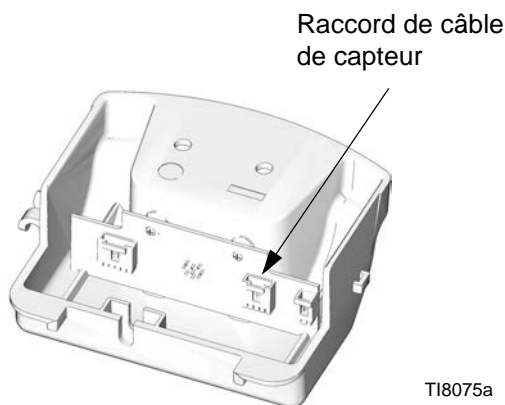

FIG. 15. Raccord de câble de capteur
- a. **DataTrak Modèles** : retirez les deux vis (135). Retirez prudemment le module DataTrak (131), consultez la page 14. Débranchez les câbles de l'électrovanne d'emballément et du capteur de la carte du module. Retirez les deux vis (134) puis faites prudemment glisser le boîtier (132) de la vanne d'air.
- b. **Modèles avec capteur linéaire** : retirez les vis (134) puis retirez prudemment le boîtier (132) de la vanne d'air. Débranchez le câble du capteur du circuit imprimé. Consultez la FIG. 15, page 28.
10. Réinstallez le silencieux (15). Serrez complètement les vis (43) sur le silencieux.
11. Réinstallez le capot de la vanne externe (47).
- a. **DataTrak Modèles** : faites délicatement glisser le boîtier (132) sur la vanne d'air. Vissez les vis (134) à la main puis serrez-les à un couple de 11,3 N•m (100 po.-lb). Rattachez les câbles de l'électrovanne et du capteur au module DataTrak (131), consultez la page 14. Glissez doucement le module dans le boîtier (132). Réinstallez les deux vis (135).
- b. **Modèles avec capteur linéaire** : rebranchez le câble du capteur sur le circuit imprimé. Consultez la FIG. 15, page 28. Faites délicatement glisser le boîtier (132) sur la vanne d'air. Vissez les vis (134) à la main puis serrez-les à un couple de 11,3 N•m (100 po.-lb).
13. Réinstallez le capot supérieur (30).
5. Retirez les vis (134) et faites doucement glisser le boîtier (132) de la vanne d'air. Débranchez le câble du capteur du circuit imprimé. Consultez la FIG. 15.
6. Vissez le câble à travers l'orifice (H) du côté de l'adaptateur (33) et tirez-le par le haut de l'adaptateur.
7. Dévissez l'adaptateur (33) et le capteur (35). Soulevez droit le capteur pour le sortir du moteur pneumatique.
8. Appliquez du ruban adhésif sur le nouveau boîtier du capteur. Vissez le capteur (35) dans le chapeau supérieur (1). Serrez à un couple de 40,6-48,8 N•m (30-36 po.-lb).
9. Appliquez du ruban adhésif sur l'adaptateur (33). Tirez droit le câble du capteur vers le haut pour le faire sortir de l'adaptateur puis vissez ce dernier sur le chapeau supérieur (1). Serrez à un couple de 40,6-48,8 N•m (30-36 po.-lb).
10. Vissez le câble du capteur dans l'orifice (H) côté adaptateur et branchez-le sur le circuit imprimé. Consultez la FIG. 15, page 28. Faites délicatement glisser le boîtier (132) sur la vanne d'air. Vissez les vis (134) à la main puis serrez-les à un couple de 11,3 N•m (100 po.-lb).
11. Appliquez du ruban adhésif sur l'anneau de levage (21). Tenez l'adaptateur (33) avec une clé pour l'empêcher de tourner et serrez l'anneau de levage à un couple de 40,6-48,8 N•m (30-36 pi-lb).
12. Réinstallez le capot supérieur (30).